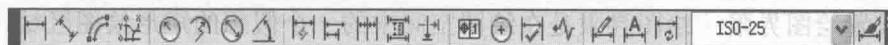

图 2-11 “标注”工具栏
(3) 工具栏 AutoCAD 默认工具栏包括“标准”、“工作空间”、“绘图”、“修改”、“特性”、“图层”、“样式”、“标注”（如图 2-11）等。将鼠标移到任一工具栏，单击即弹出菜单（菜单上的 ▾ 表示有下拉工具项），也可添加需要的其他工具栏或自定义工具栏。